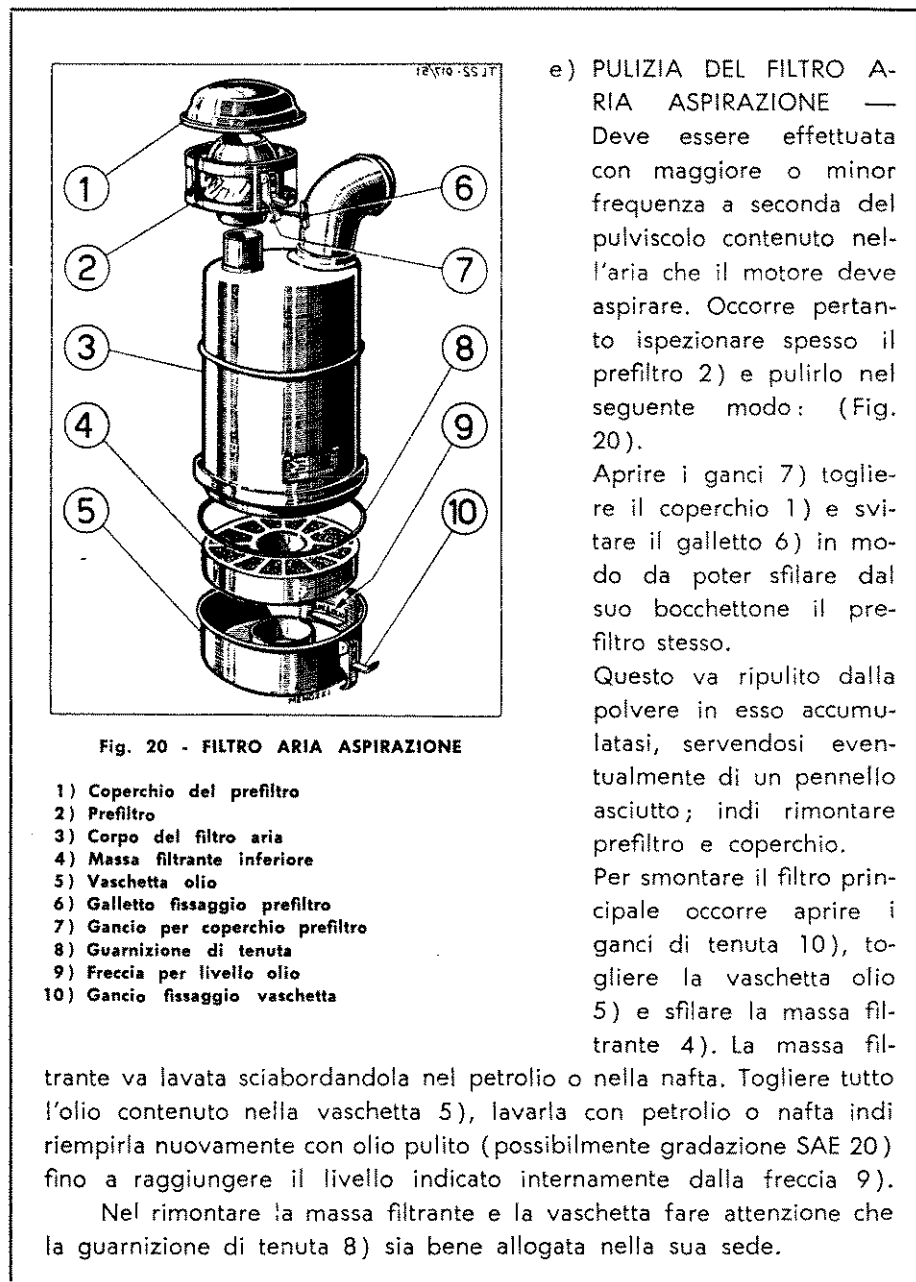

Fig. 20 - FILTRO ARIA ASPIRAZIONE
e) **PULIZIA DEL FILTRO ARIA ASPIRAZIONE** — Deve essere effettuata con maggiore o minor frequenza a seconda del pulviscolo contenuto nell'aria che il motore deve aspirare. Occorre pertanto ispezionare spesso il prefiltro 2) e pulirlo nel seguente modo: (Fig. 20).